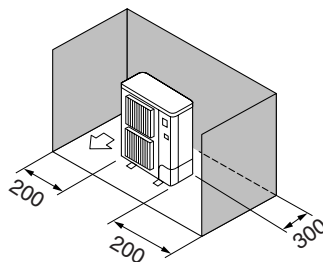

Fig. 2-4
- ③ Alleen obstakels aan de achterzijde en de zijkanten (Fig. 2-4)